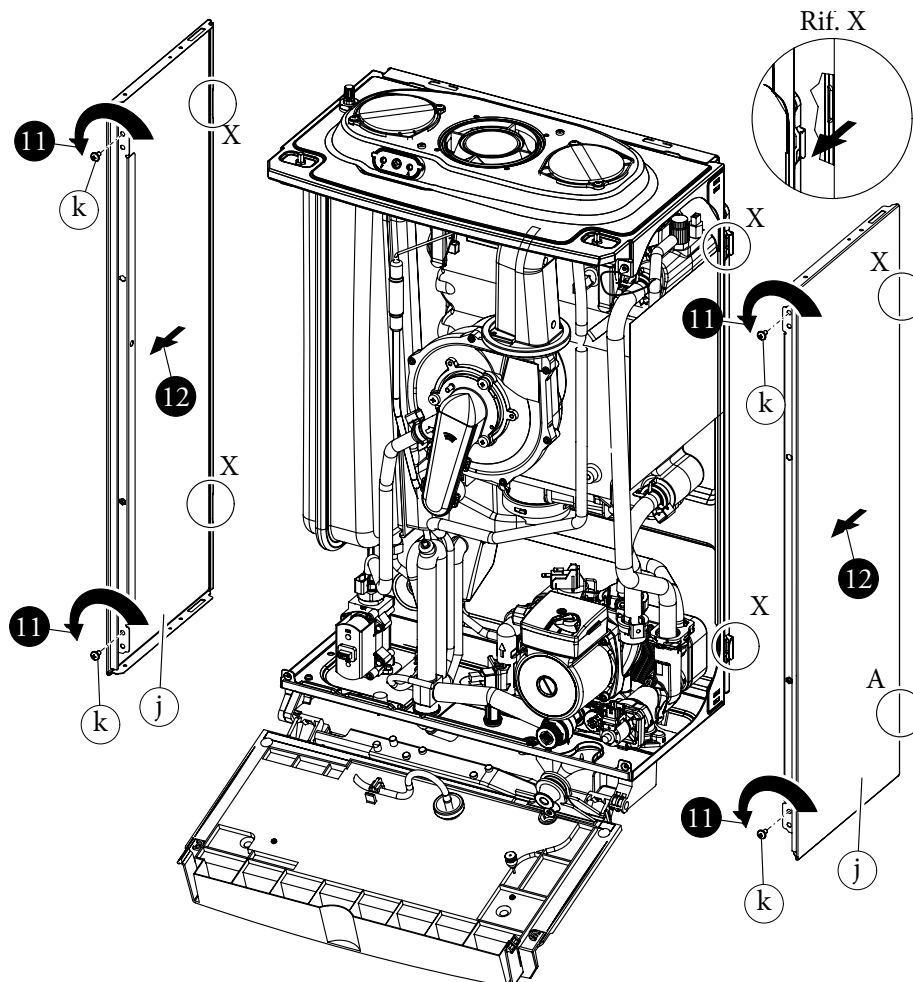

Fig. 3-16e
• Fianchi laterali (Fig. 3-16e).